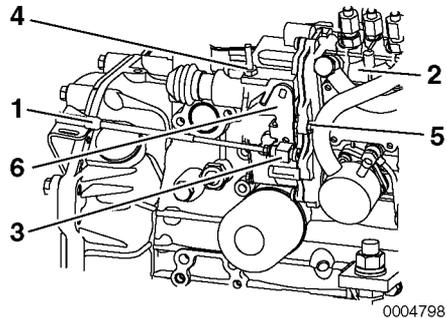

Abbildung 4
Niemals die Anschlagsschraube für hohe Drehzahl (**Abbildung 4, (4)**) am Drehzahlregler einstellen. Hierdurch erlischt die Garantie für den Motor.